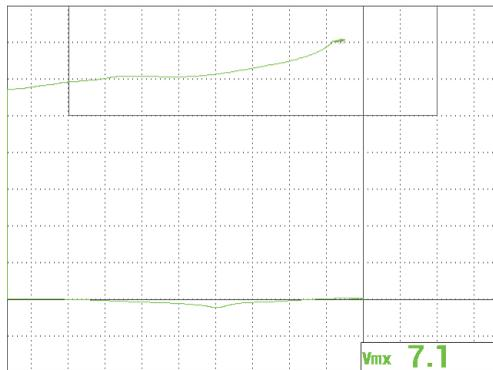

図 5-27 全画面モードの信号
- フリーズキー (❄) を押して表示されたデータのフリーズを解除し、全画面 / 次へキー (➡) を押して全画面モードに切り替えます（148 ページの図 5-27 を参照）。